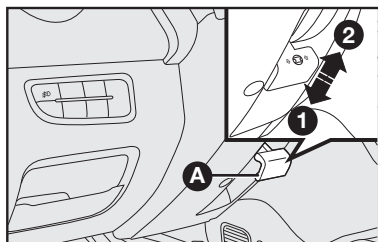

fig. 9
VOLANTE - fig. 9
- 1) deslocar a alavanca **A**-fig. 9 para a posição **2**-fig. 9.